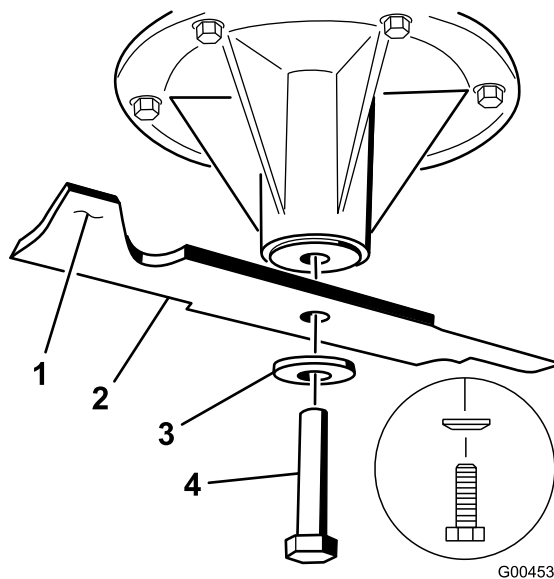

Figura 95
2. Retire del eje el perno de la cuchilla, la arandela curva y la cuchilla (Figura 95).